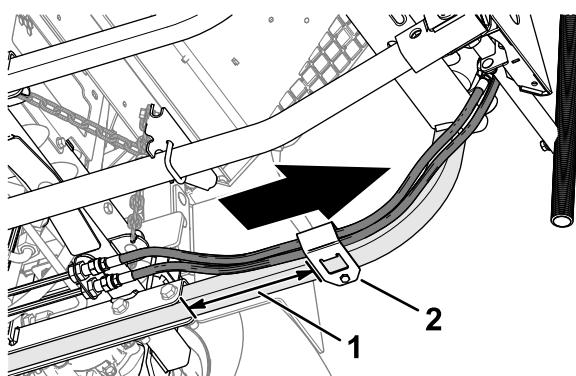

Figura 17
3. Enrute el cilindro y las mangueras hasta la parte trasera del bastidor de elevación (Figura 17).
4. Instale el protector de mangueras alrededor de las mangueras a 9 cm (3.5") del canal del tubo trasero, como se muestra en la Figura 17.